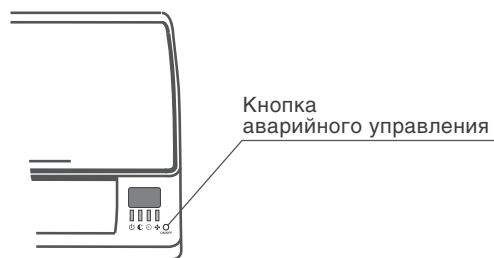

Рис. 5.6
В случае выхода из строя или утери дистанционного пульта управление возможно при помощи кнопки аварийного управления (рис. 5.6):
2. Нажать и удерживая кнопку аварийного управления подключить кондиционер к электросети (рис. 5.6).